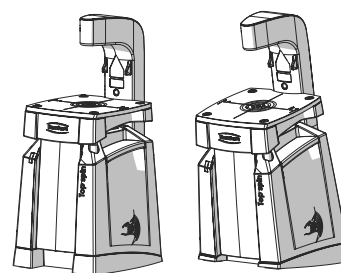

Fig. 2
- ⇒ Sélectionner la position de travail souhaitée, Fig. 2 (voir chap. 5.4).